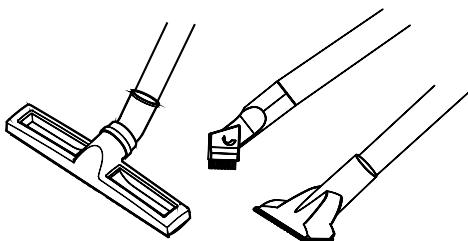

Fig. 7 – Conexão dos tubos extensores com os bocais desejados
- Conecte o tubo extensor no bocal de acordo o modelo do aspirador (Fig. 7).